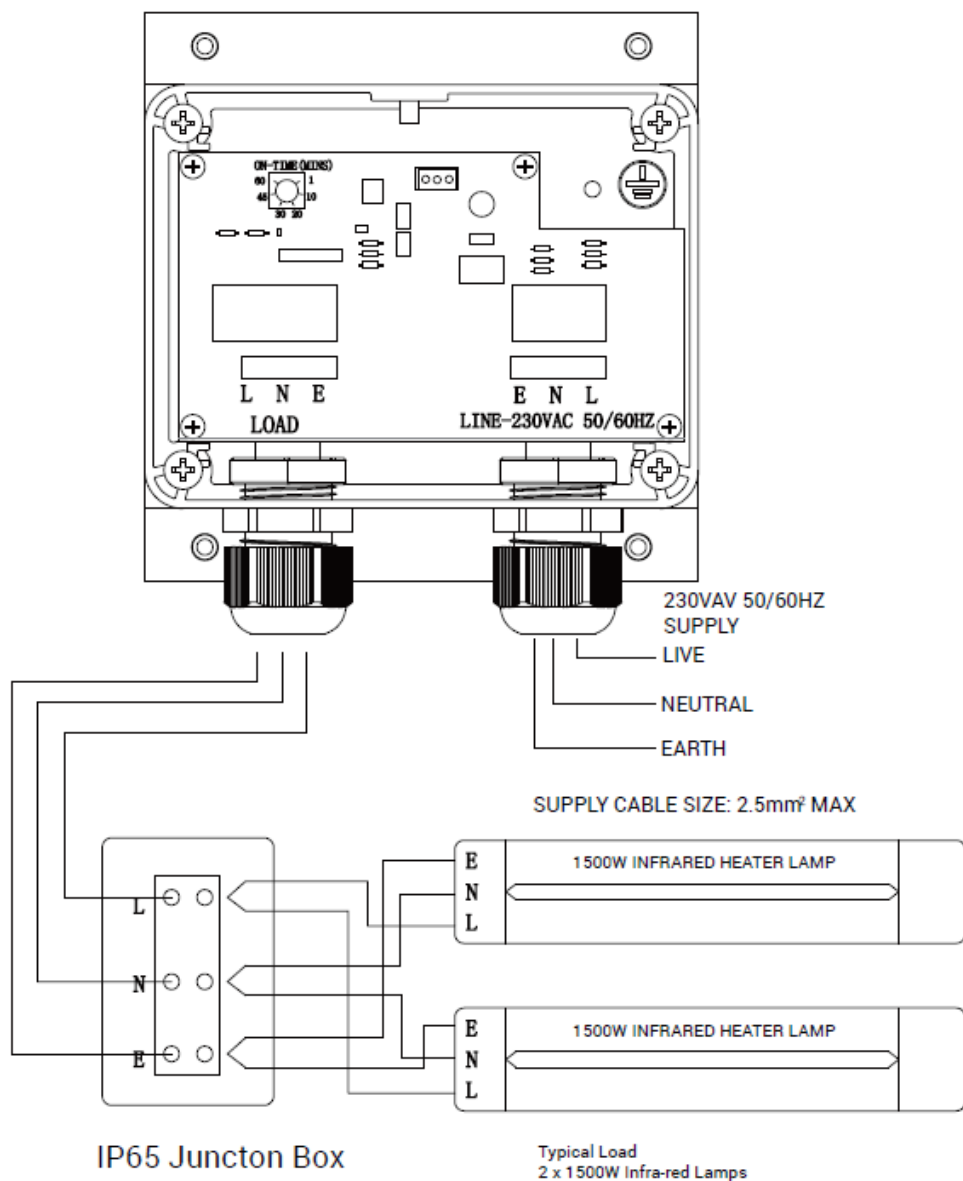

Figure 2 / Figur 2 / Kuva 2
- Öppna locket på kontrollboxen, anslut strömladden och terrassvärmarens strömladd till prompten på PCB:n. Se sladdiagrammet (fig. 2, sida 11).